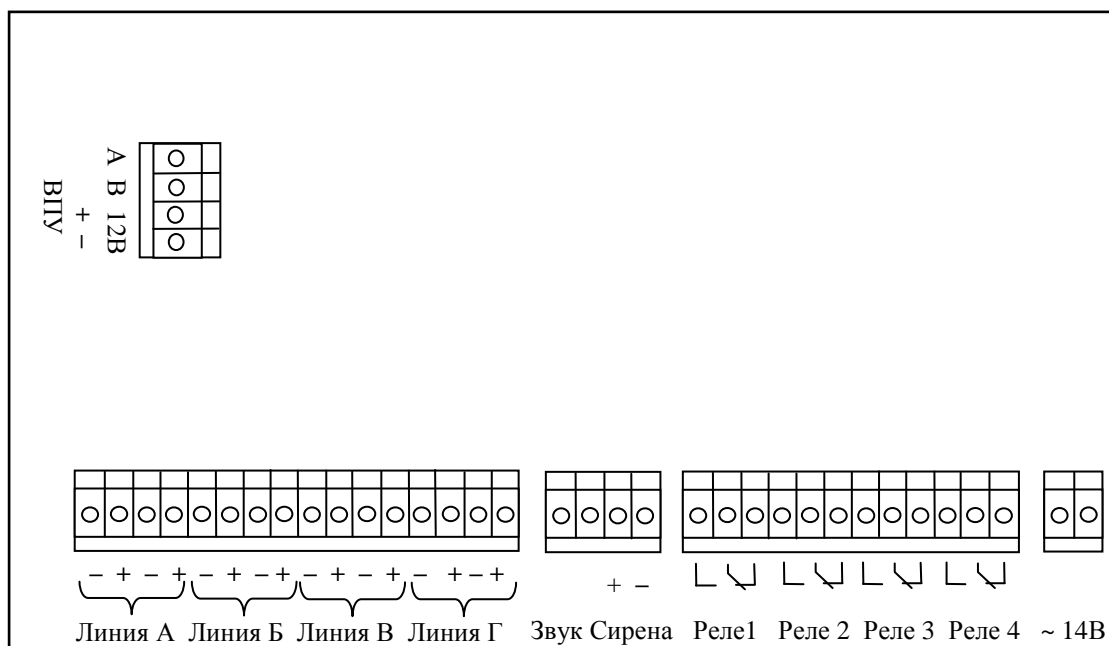

Рис. 8. Расположение клемм подключения на системной плате АПКП.
7.1.2. Схемы подключения АУ приведены в их руководствах по эксплуатации. Расположение клемм подключения на системной плате прибора представлено на рис.8.